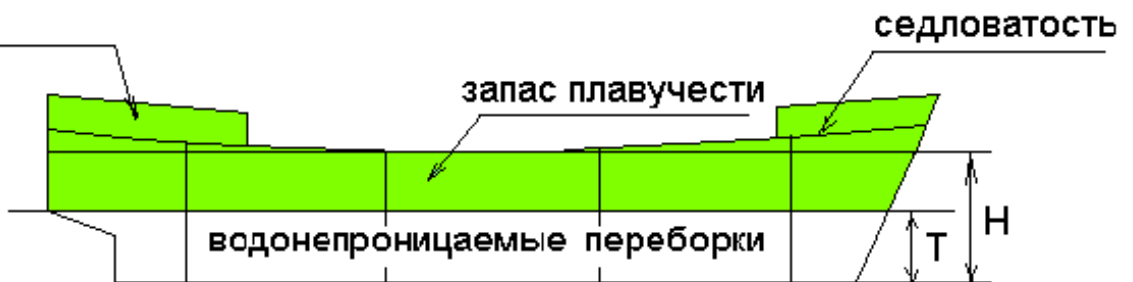

Рис.17 Непотопляемость судна
7. **Непотопляемость** (рис.17) – способность судна после затопления части судовых помещений сохранять плавучесть, остойчивость и частично другие качества.